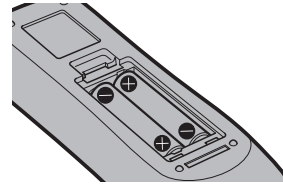

Abb. 2
- 2) Legen Sie die Batterien ein und schließen Sie den Deckel (legen Sie zuerst die -Seite ein). (Abb. 2)